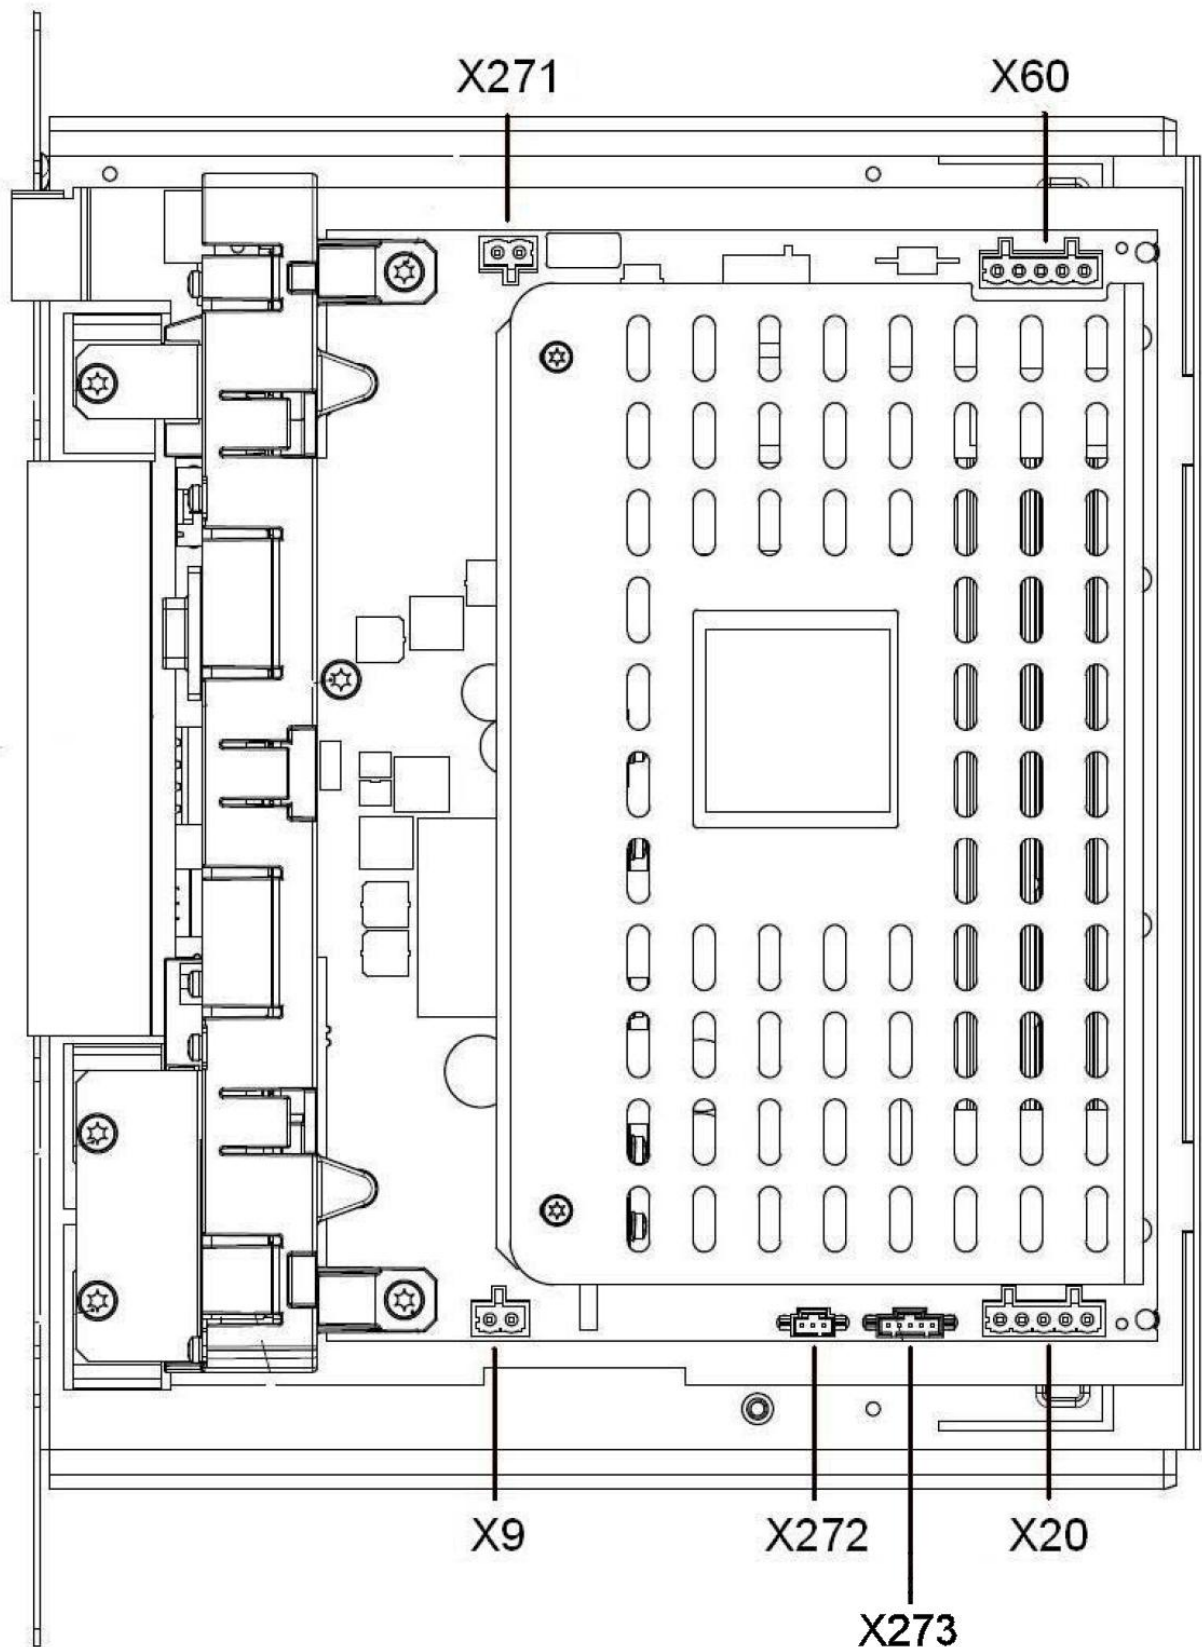

图. 2: CIM接口
2. 轻轻抽出 CIM 模块，以便可以在端子-X273 上接线（见图 2）。抽出时，请注意不要绞缠电缆。